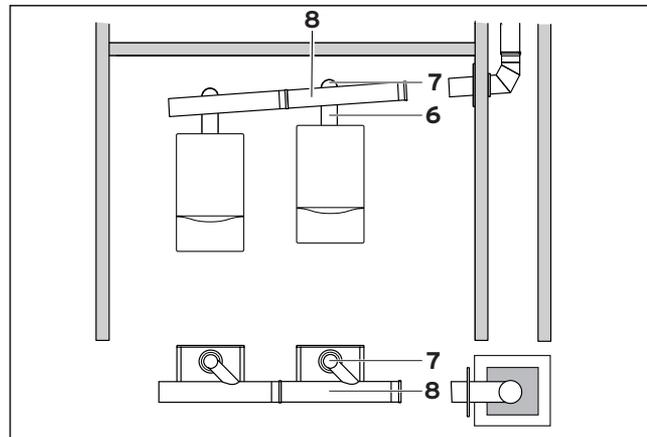

Рис. 3.12 Монтаж базового комплекта 303 950
- Наденьте оголовок шахты (7) на алюминиевую трубу (6) и закрепите ее дюбелями к винтам на стенке шахты.
- Закрепите верхнюю крышку (8), предназначенную для вентиляции пространства между стенкой шахты и наружной поверхностью дымоотводящей трубы, входящим в объем поставки страховочным тросом (9) за алюминиевую трубу и зафиксируйте верхнюю крышку на оголовке шахты (7).
- Установите дымоотводящую трубу PP 130 длиной 500 мм из базового комплекта 303 950 (10) на опорный отвод (рис. 3.12).
- Укоротите гильзу DN 160 для отверстия в шахте (11) до толщины стенки шахты и надвиньте её на дымоотводящую трубу так, чтобы она заканчивалась на уровне внешней стенки шахты.
- Наденьте входящую в объем поставки декоративную манжету (12) на трубу газохода. Закрепляйте декоративную манжету только после окончания монтажных работ на шахте.
- У основания шахты выполните отверстие для проветривания шахты размером не менее 150 мм x 150 мм для вентиляции тыльной части шахты и закрепите вентиляционную решетку (13). Учитывайте требования к обеспечению воздуха для сжигания топлива, приведенные на стр. 6.